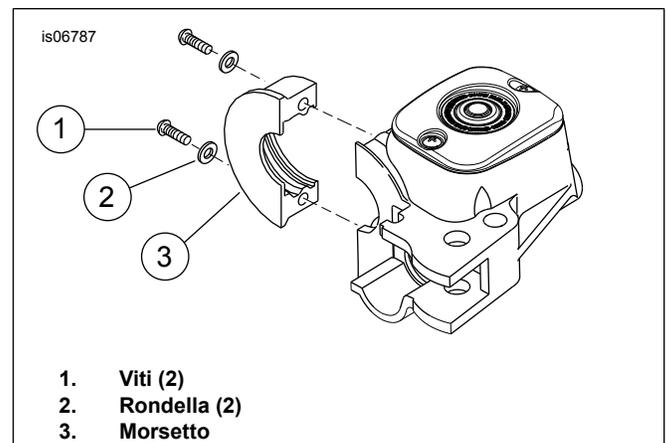

Figura 1. Rimozione del morsetto
2. Vedere Figura 1. Rimuovere le viti (1), le rondelle (2) ed il morsetto (3).